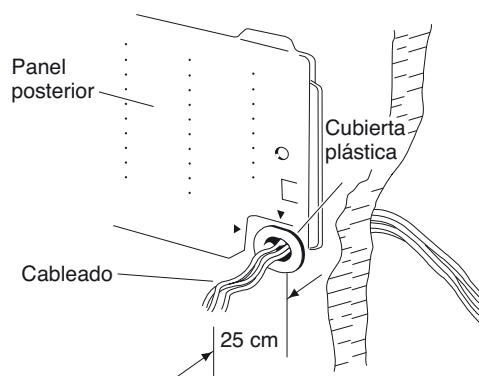

Fig. 25
- (3) Inserte el cableado inter-unidad en la tubería de PVC pasante de pared. Guíe el cableado de alimentación en la sala dejando aproximadamente 25 cm para extenderlo desde la cara de la pared. (Fig. 25)